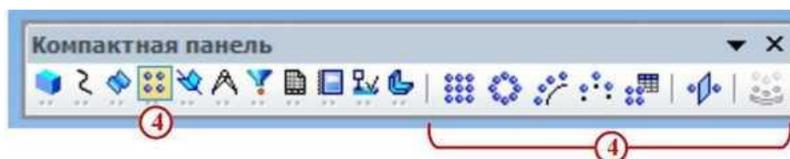

Рисунок 9 Инструментальная панель Массивы
- кнопка вызова панели **Массивы 4**, рисунок 9, предназначенная для создания копий объектов, которые определенным образом упорядочены - образуют прямоугольную сетку с заданными параметрами или симметричны